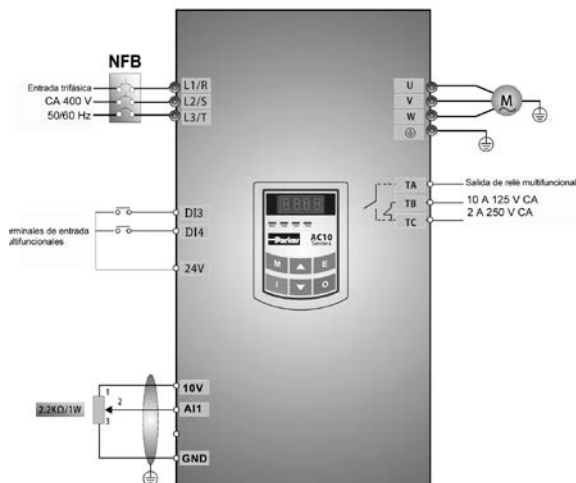

Figura 4-3 Diagrama de cableado 3
(1) Conecte los cables según la Figura 4-3. Después de comprobar que la conexión es correcta, encienda el interruptor de aire y el inversor. Nota: Debe adoptarse un potenciómetro de 2 K~5 K para el ajuste de las señales analógicas externas. En los casos en que sea necesaria una mayor precisión, utilice un potenciómetro múltiple preciso, y un cable blindado para la conexión de los cables, con el extremo de la capa de blindaje conectado a tierra de forma fiable.